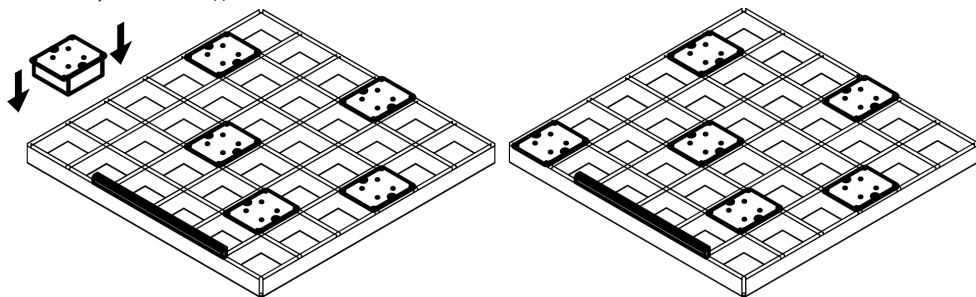

Рисунок 4 – Пример установки комплекта светильников в потолок Грильято (провода не показаны).
5.4. Смонтируйте светильник в конструкцию потолка (см. рисунок 4). Блок питания нужно установить вдоль направляющих конструкции потолка, надежно закрепив его на конструкции.